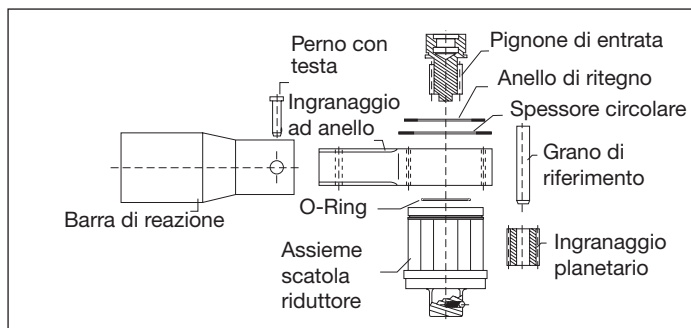

Figura 4
1. Togliere l'anello di bloccaggio e gli spessori circolari (Figura 4) dal lato di entrata dell'involucro del moltiplicatore di coppia.
3. Togliere il pignone di entrata dall'assieme della scatola ingranaggi con un movimento di trazione e torsione. Usare una pressa per alberi per fare uscire i perni dagli ingranaggi planetari (Figura 4).